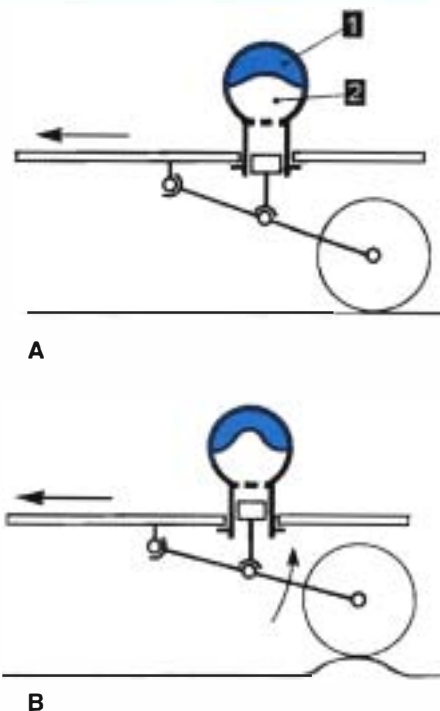

Figure 15.1 • Principe de la suspension hydropneumatique :
- par le montage de **masses de gaz** (blocs pneumatiques, figure 15.1).